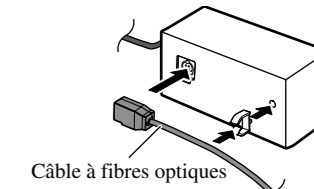

Fig. 8
2. Reliez le câble à fibres optiques à la boîte de raccordement de câble à fibres optiques. (Fig. 8)